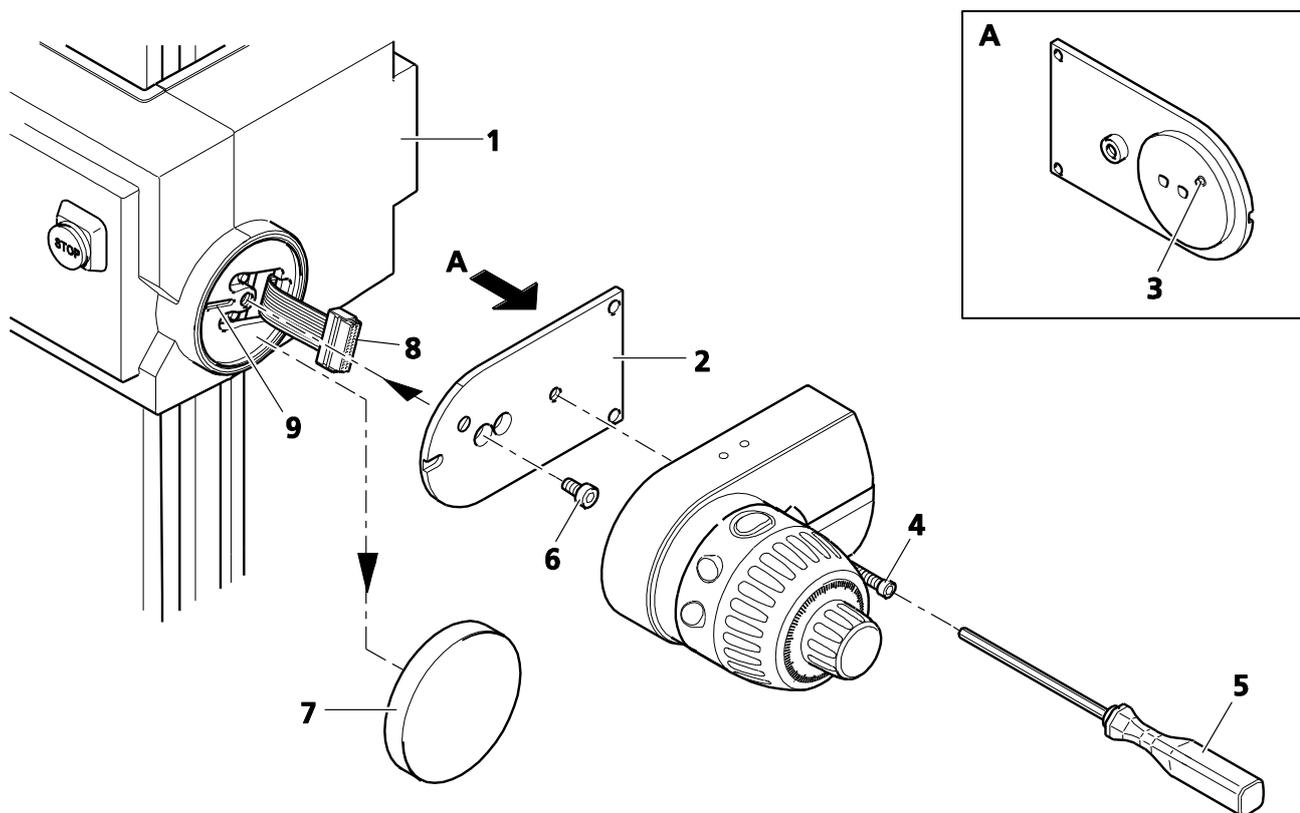
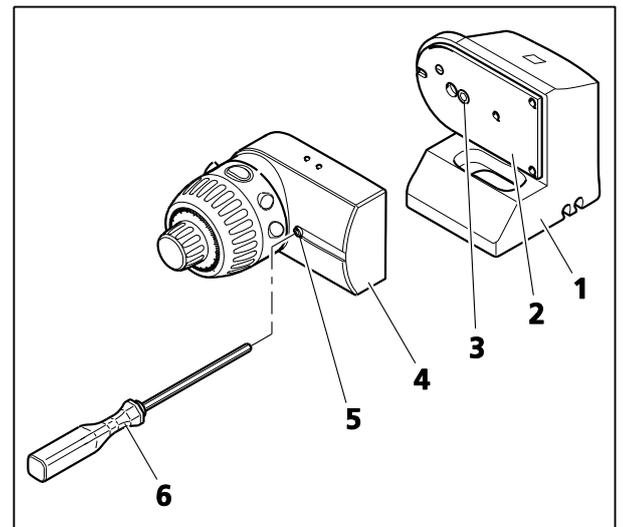

Fig. 9 Installation de l'unité de commande MaRC
Fig. 10 Fixation du MaRC à la base de table
La MaRC est un composant utilisé pour contrôler le moteur de mise au point. Il peut être monté soit directement sur la commande de mise au point (Fig. 9/1), soit en version de table, posé sur une table (Fig. 10/1) indépendamment du microscope.
- Retirer la plaque de fixation (Fig. 9/2) de la MaRC après avoir desserré la vis à six pans creux (SW 3 ; Fig. 9/4) de la MaRC.
- Retirer le capot (Fig. 9/7) de l'unité de mise au point (Fig. 9/1).
Veiller à ce que le câble de connexion (Fig. 9/8) reste complètement à l'intérieur du boîtier, car il ne sera pas nécessaire.
- Fixer la plaque de montage (Fig. 9/2) à l'aide d'une vis (Fig. 9/6) sur la bride de la commande de mise au point (Fig. 9/1) (ou du corps du microscope). La vis doit être insérée dans le trou gauche de la plaque de fixation. Veiller à ce que l'axe d'orientation (Fig. 9/3) de la plaque de fixation soit placé dans la rainure prévue à cet effet (Fig. 9/9).
- Visser la MaRC à la plaque de fixation (Fig. 9/2) avec une vis à six pans creux (SW 3 ; Fig. 9/4) en utilisant un tournevis à tête sphérique (Fig. 9/5).
- Fixer la plaque de fixation (Fig. 10/2) avec la vis (Fig. 10/3) sur la base de la table (Fig. 10/1). La vis doit être insérée dans le trou droit de la plaque de fixation.
- Visser la MaRC (Fig. 10/4) à la plaque de fixation fixée avec une vis à six pans creux (SW 3 ; Fig. 10/5) en utilisant un tournevis à tête sphérique (Fig. 10/6).